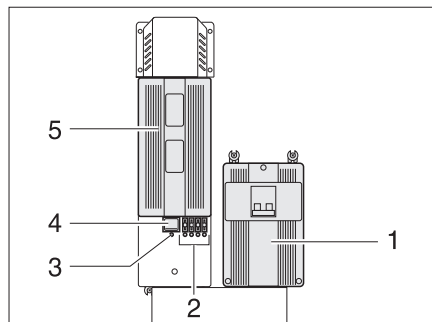
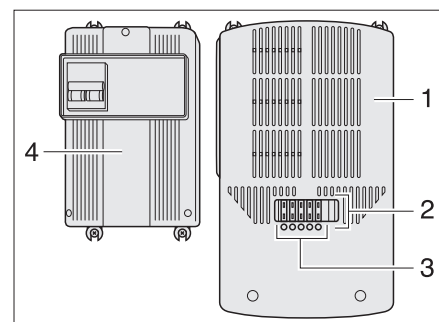

Fig. 85 Bloc transformateur (type I)
Fig. 86 Bloc transformateur (type II)
Le bloc transformateur (Fig. 85,5 ou Fig. 86,1) est monté à côté du disjoncteur automatique 230 V (Fig. 85,1 ou Fig. 86,4).
Un interrupteur principal (Fig. 85,4) (seulement type I), plusieurs fusibles (Fig. 85,2 ou Fig. 86,2) et une protection contre les surcharges sont intégrés dans le bloc transformateur. Un fusible défectueux ou un court-circuit sont signalés par une diode rouge allumée sous le fusible (Fig. 85,2 ou Fig. 86,3).
- Appuyer au bas de l'interrupteur principal (Fig. 85,4): Position "ON". La DEL verte (Fig. 85,3) s'allume si la tension 230 V est présente.
- Appuyer ensuite en haut de l'interrupteur principal (Fig. 85,4): Position "OFF".